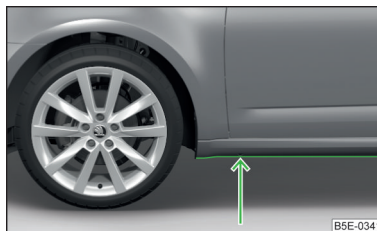

Fig. 250
- Determine la profundidad del agua antes de un vadeo. El nivel del agua debe llegar como máximo al borde inferior del larguero inferior » fig. 250.